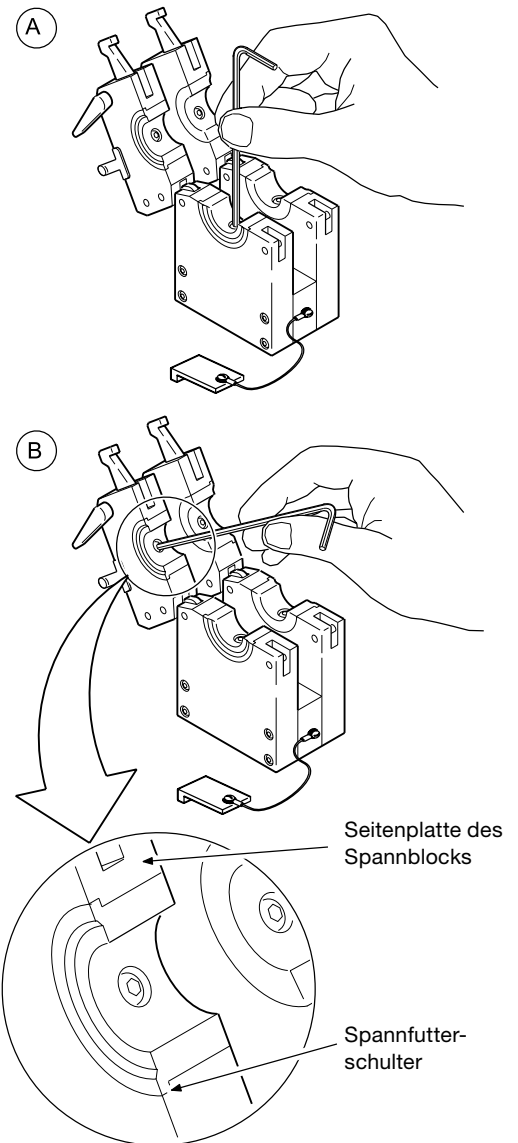

Abbildung 13 Installieren der Spannutter
2. Die Spannutterhälften in der oberen und der unteren Seitenplatte einsetzen und die Spannutterschrauben festziehen. Sicherstellen, dass die Spannbacke bündig mit der Seitenplatte abschließt. Siehe Abbildung 13 (B).